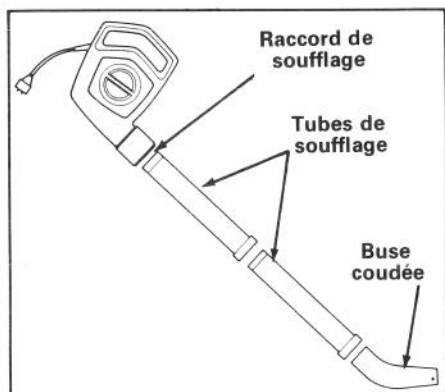

Figure 1
1. Visser les tubes l'un sur l'autre d'un mouvement de rotation (cf. figure 1).
2. Visser le tout sur le raccord de soufflage (cf. figure 1).